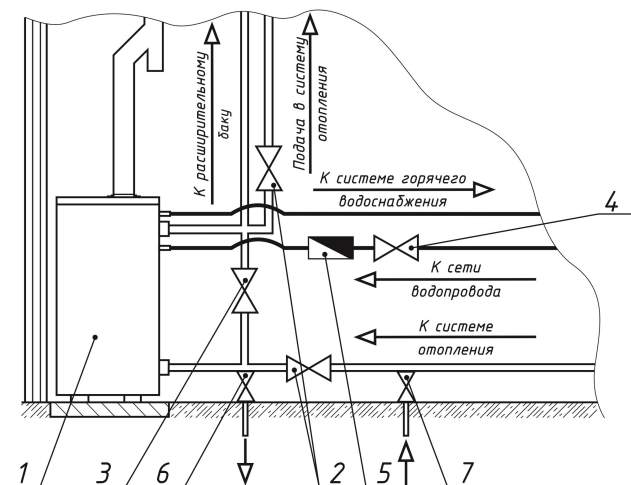

Рисунок 15. Схема подключения котла к системе отопления с естественной циркуляцией и к системе водоснабжения
5.3. Для использования водоотбора в летнее время рекомендуется сделать малый контур отопления, закрыть краны 2 и открыть кран 3. В отопительный период краны 2 должны быть открыты, кран 3 закрыт (рисунок 15).
5.7. Для дальнейшего технического обслуживания рекомендуется установить запорные краны на трубы системы отопления перед котлом, а для котлов с водоотбором – и на трубу подачи холодной воды перед котлом (рисунок 15).
5.11. Для исключения засорения котла и системы отопления, а также в целях увеличения их срока службы рекомендуется установить грязевой фильтр 5 (рисунок 15) на трубе обратной подачи и своевременно его очищать.
- на время использования котла для нагрева воды рекомендуется закрывать большой контур отопления и использовать малый контур отопления (рис. 15);